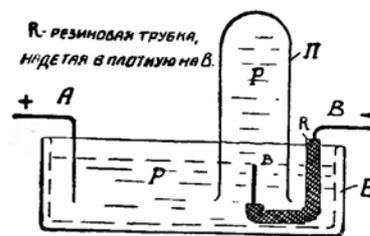

Рис. 215.
Вольтметр представляет собою (см. рис. 215) стеклянную банку с налитым 20% раствором серной кислоты. В подкисленный раствор опущены два куска платиновой проволоки A и B (за неимением платиновой проволоки можно воспользоваться серебряной или медной), один из которых введен в опрокинутую вверх дном пробирку (C), наполненную той же подкисленной водой. Объем пробирки должен быть строго известен. Пусть он будет Q куб. см. При градуировке амперметра вольтметром, конец проволоки A соединяют с минусом батареи, а конец B — с градуируемым амперметром. Когда это